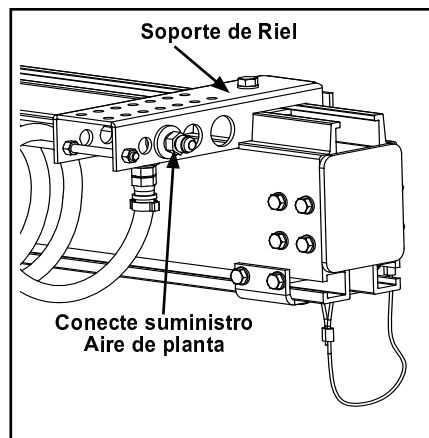

Figura 3-125
- Paso 13. Conecte suministro de Aire en conector 90 grados de soporte (suministrado). Vea Figura 3-125. Use al menos doce (12") (305 mm) de manguera entre soporte y tubo rígido de suministro de aire de planta. No use tubo rígido. Instale conector Hembra con abrazadera Oetiker en extremo de manguera y únalo a conector macho del ensamble.